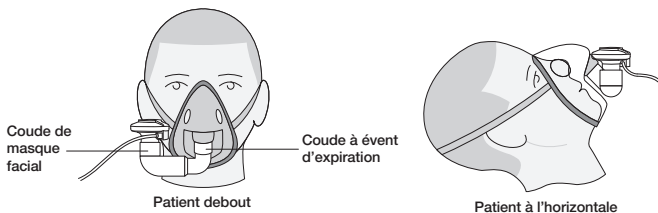

Figure 11. Raccordement à un masque
2. Faire pivoter le coude à évent d'expiration pour l'adapter à la position du patient (figure 11).
Avertissement : Pour garantir le bon déroulement de la nébulisation, maintenir le nébuliseur en position verticale (figure 11).